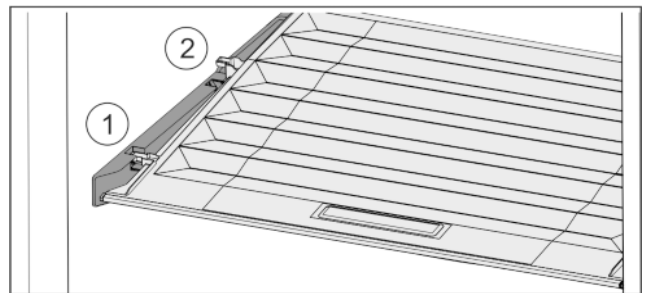

Fig. 27
- ▶ Tirer le couvercle vers l'avant jusqu'à l'orifice des pièces de retenue Fig. 27 (1).
- ▶ Le soulever par le bas à l'arrière et le sortir par le haut Fig. 27 (2).